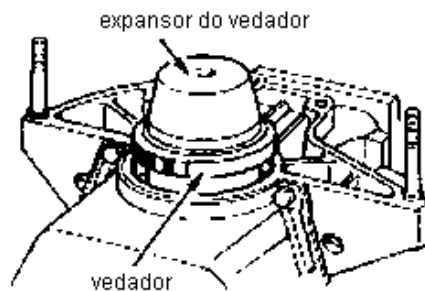

Figura 60: Instalação do vedador no expansor.
- Limpar cuidadosamente o expansor do vedador e lubrificar com uma leve camada de óleo para motor; instalar o vedador no expansor (Figura 60);